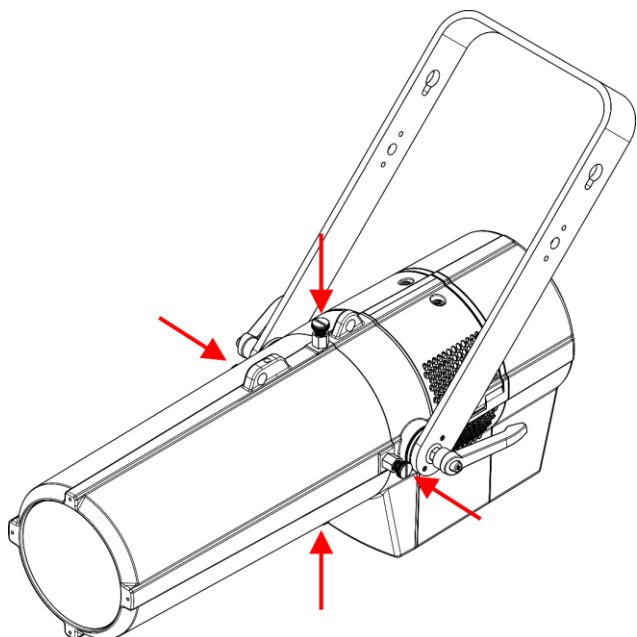
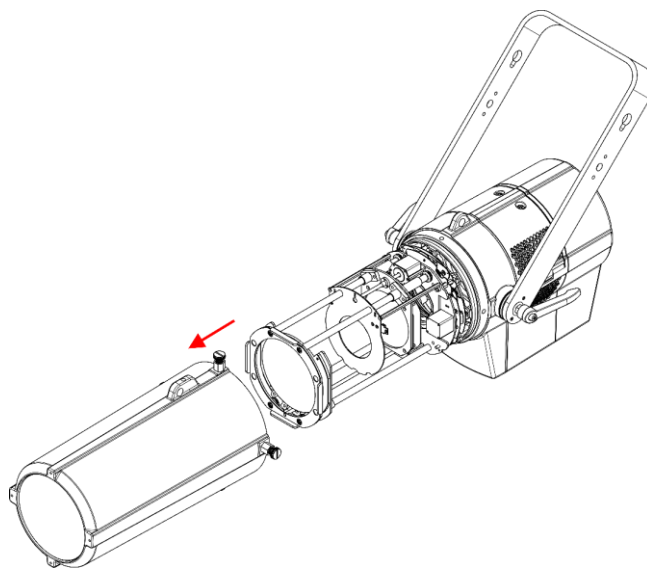

Fig. 03
Fig. 04
01) Allentare le 4 viti di montaggio del coperchio (Fig. 03) e togliere il coperchio (Fig. 04).